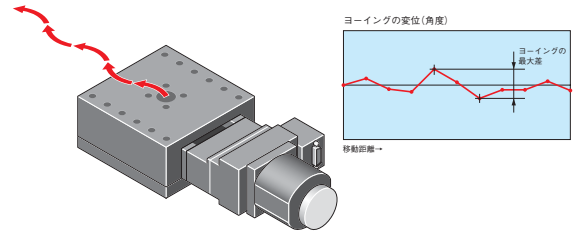

図3-9 ヨーイング
3.9 ヨーイング [JIS B 6191-1993 準拠] [図3-9]